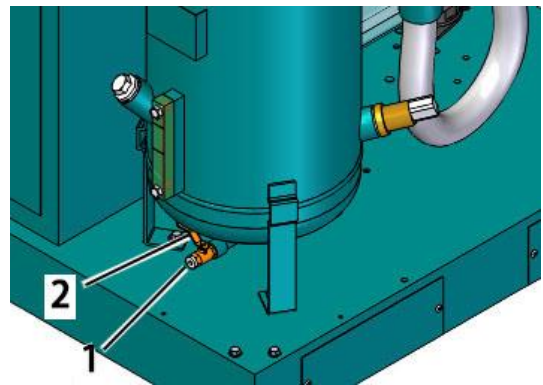

图 33 : 泄油口
5. 松开螺丝塞(图 33/1)。
6. 小心打开泄油口(图 33/2)并检查放出来的液体。
8. 关上泄油口(图 33/2)。
9. 将螺丝塞(图 33/1)锁回去。